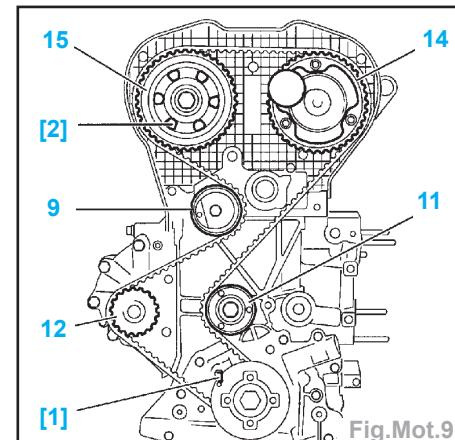

Fig. Mot.9
Impératif : vérifier que les galets (9) - (11) ainsi que la pompe à eau (12) tournent librement (absence de jeu et point dur); vérifier également que ces galets ne sont pas bruyants et/ou qu'ils ne présentent pas de projections de graisse (Fig. Mot.9).
- Reposer la courroie de distribution, brin bien tendu, dans l'ordre suivant (Fig. Mot.9) :
- galet enrouleur (11),
- pignon d'arbre à cames (14),
- pignon d'arbre à cames (15),
- la pompe à eau (12),
- le galet tendeur (9).